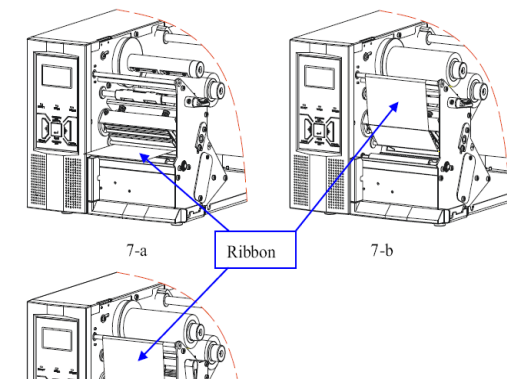

Figura 7
6. inserire la carta sotto il gruppo stampa (Figura 7);